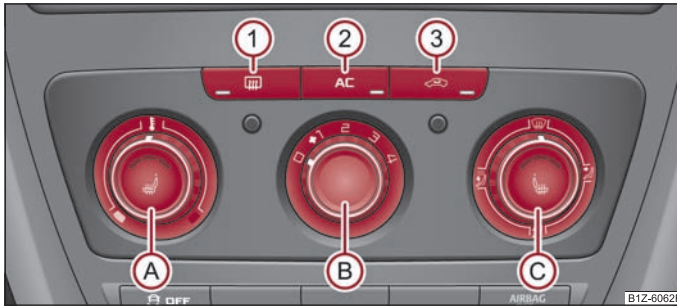

Fig. 82 Climatic: Comandi
La funzione di refrigerazione funziona soltanto se il tasto  ⇒ fig. 82  è premuto e se risultano soddisfatte le seguenti condizioni:
- Ruotare la manopola (A) → fig. 82 in senso orario per aumentare la temperatura.
- Ruotare la manopola (A) in senso antiorario per diminuire la temperatura.
- Premere il tasto (AC) (2) ⇒ pag. 71, fig. 82. La spia nel tasto si illumina.
- Premendo di nuovo l'interruttore (AC) (2) la funzione di refrigerazione si disinscrive. La spia nel tasto si spegne.
- Premere il tasto  ③ ⇒ pag. 71, fig. 82; la spia nel tasto si illumina.
Se la manopola  si trova in posizione  ⇒ pag. 71, fig. 82, il ricircolo si disinserisce automaticamente. Premendo ripetutamente il tasto  è possibile reinserire il ricircolo anche in questa posizione.